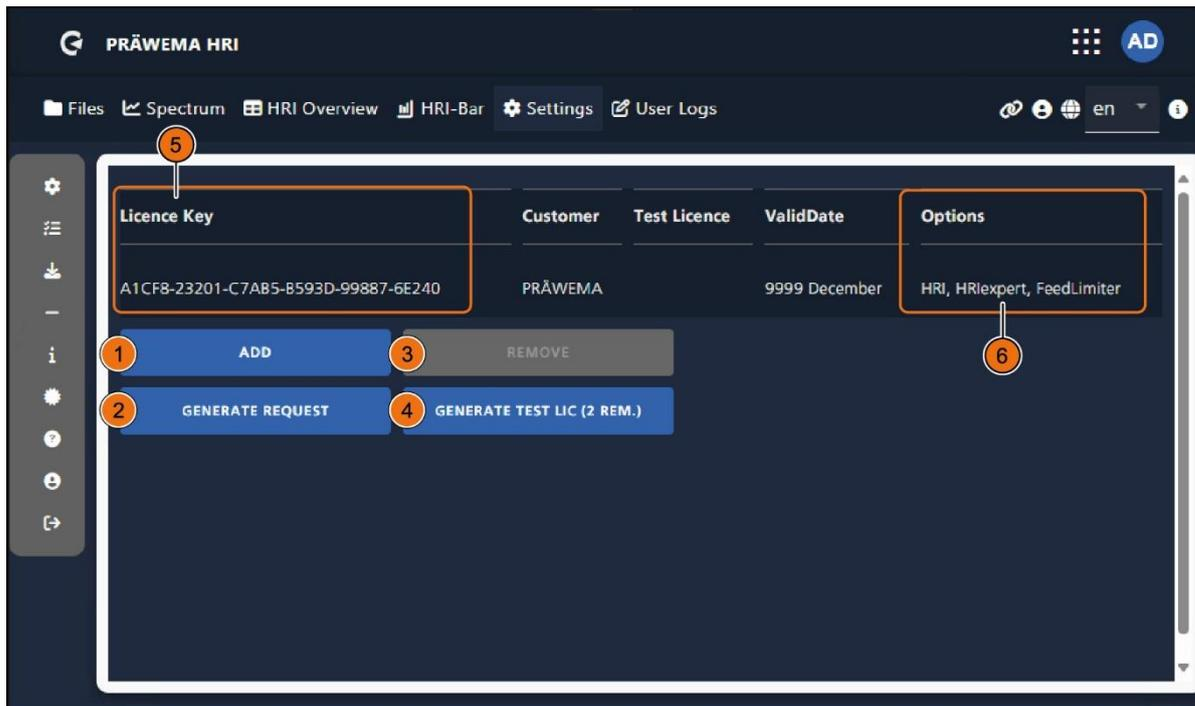

Fig. 39 Menú «Administración de licencias»
Para instalar licencias adicionales, seleccione el botón «AÑADIR» (fig. 39, pos. 1).
Para crear el archivo LRQ, seleccione el botón «*GENERAR SOLICITUD*» (fig. 39, pos. 2).
Para generar una licencia de prueba, seleccione el botón «*GENERAR LICENCIA DE PRUEBA*» (fig. 39, pos. 4).